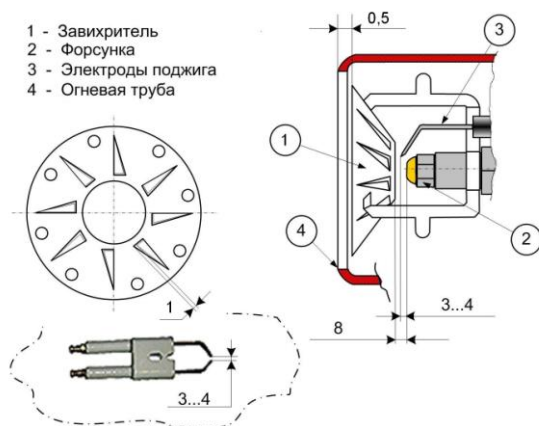

Рис. 15.
9. Проверка правильности установки шайбы подпорной относительно форсунки; электродов относительно шайбы подпорной и форсунки (Рис. 15).